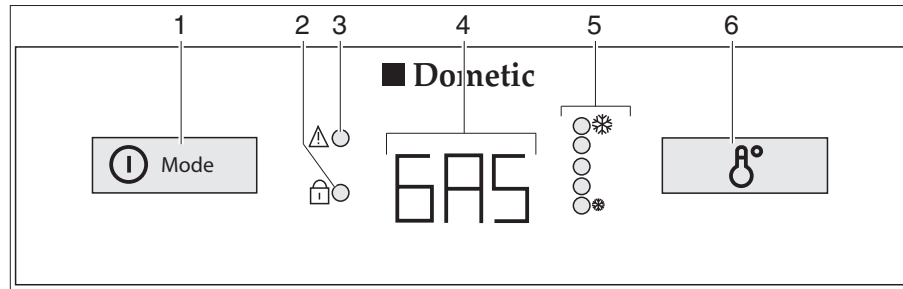

Fig. 320 Elementi di comando per il frigorifero (serie Dometic 8 con AES)
In caso di guasti il relativo indicatore LED "⚠" (Fig. 320,3) lampeggia.
Se l'alimentazione a 230 V **non** è allacciata e il motore del veicolo è **spento**, il sistema AES seleziona il rifornimento di gas. Selezionando il funzionamento a gas, il dispositivo di sicurezza si apre automaticamente, così che il gas possa fluire al bruciatore. Contemporaneamente si inserisce l'accenditore elettronico. Se la fiamma del gas si spegne, p. es. a causa di un colpo di vento, l'accenditore viene subito azionato riaccendendo il gas. In caso di guasti nel funzionamento a gas, nell'indicazione di funzionamento (Fig. 320,4) lampeggia la scritta "GAS".
Dopo l'accensione il frigorifero seleziona automaticamente la regolazione intermedia del termostato. Questa impostazione può essere modificata manualmente con l'interruttore per la regolazione della temperatura (Fig. 320,6). Gli indicatori LED (Fig. 320,5) visualizzano la temperatura selezionata sul termostato. Con l'interruttore viene regolata la temperatura di refrigerazione per tutti i tre tipi di energia. Ci vogliono alcune ore prima che il frigorifero raggiunga la temperatura normale di esercizio. Cambiando la modalità di funzionamento la regolazione del termostato non viene modificata. La temperatura di refrigerazione è indipendente dal tipo di energia utilizzata.
- Premere l'inseritore/selettore di energia (Fig. 320,1) per 2 secondi, per accendere l'apparecchio. L'ultima modalità di funzionamento prescelta viene visualizzata nell'indicazione di funzionamento (Fig. 320,4).
- Con l'inseritore/selettore di energia (Fig. 320,1) selezionare il tipo di energia.
- Regolare la temperatura di refrigerazione sull'interruttore per la regolazione della temperatura (Fig. 320,6). Gli indicatori LED (Fig. 320,5) visualizzano la regolazione del termostato prescelta.
- Premere l'inseritore/selettore di energia (Fig. 320,1) per 2 secondi. Cancellare tutte le indicazioni.